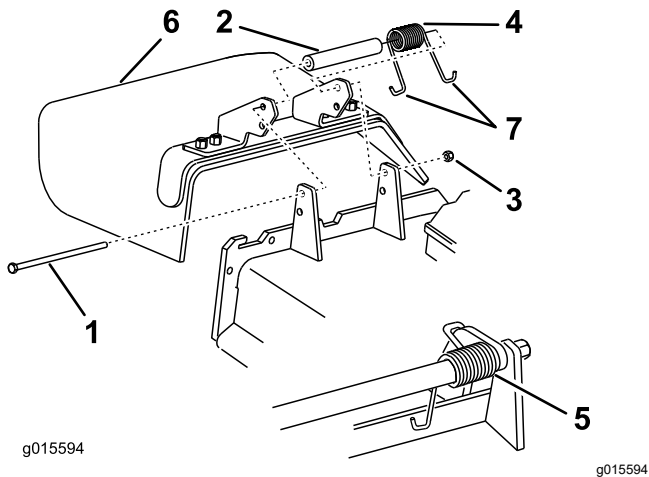

Figura 86
1. Retire la contratuerca, el perno, el muelle y el espaciador que sujetan el deflector a los soportes de pivote (Figura 86).
2. Retire el deflector de hierba dañado o desgastado (Figura 86).
Nota: Asegúrese de colocar un extremo con gancho en J del muelle detrás del reborde de la carcasa antes de instalar el perno, según se muestra en Figura 86.
6. Coloque 1 extremo en J del muelle alrededor del deflector de hierba (Figura 86).